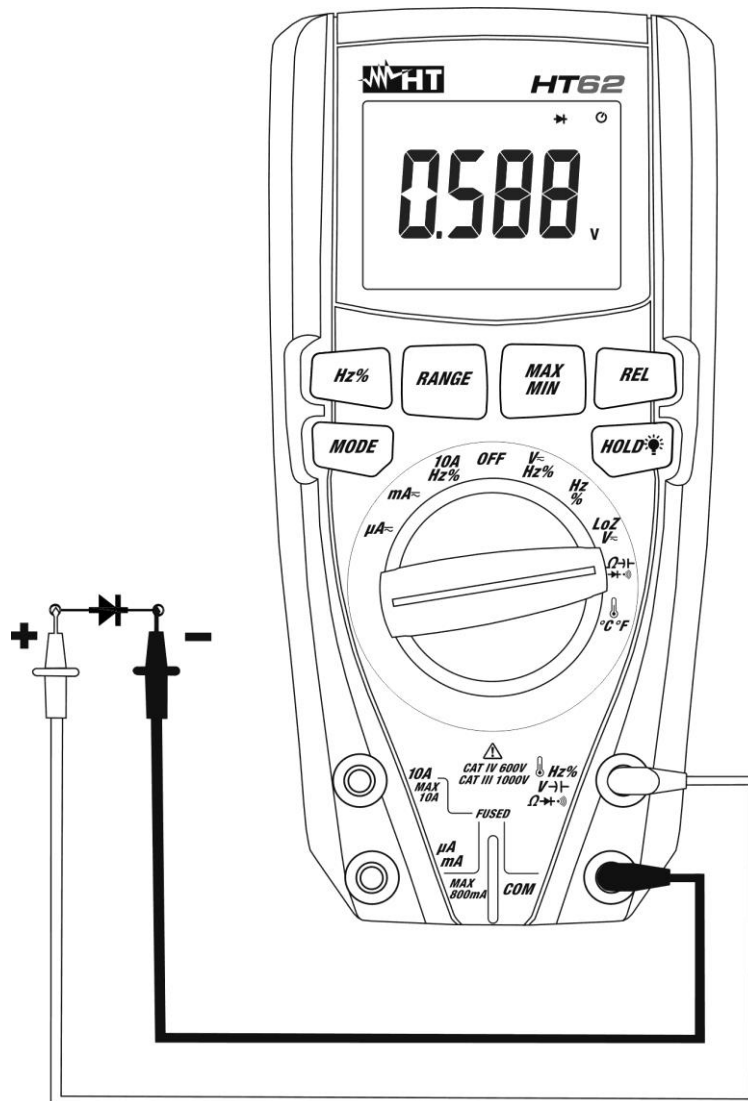

Fig. 7: Uso dello strumento per la Prova Diodi
4. Posizionare i puntali ai capi del diodo in esame (vedere Fig. 7) rispettando le polarità indicate. Il valore della tensione di soglia in polarizzazione diretta è mostrato a display
6. Se lo strumento visualizza il messaggio "O.L" i terminali del diodo sono invertiti rispetto a quanto indicato in Fig. 7 oppure la giunzione P-N del diodo è danneggiata